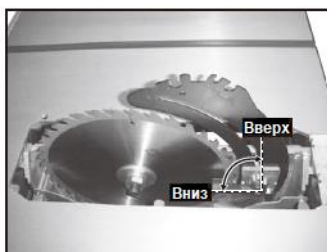

Рис. 14
6.2 Установка и регулировка расклинивающего ножа (Рис. 14-Рис.17)
- Разблокируйте расцепляющий рычаг, переведя его в верхнее положение. (См. Рис. 14)
- Заблокируйте расцепляющий рычаг, переведя его в нижнее положение. (См. Рис. 14).